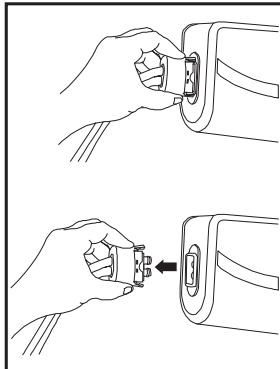

Bild 4 Koppla bort slangar
2. Koppla bort slangarna från pumpen för att ställa in höjden på sängen, så som visas till höger (bild 4).